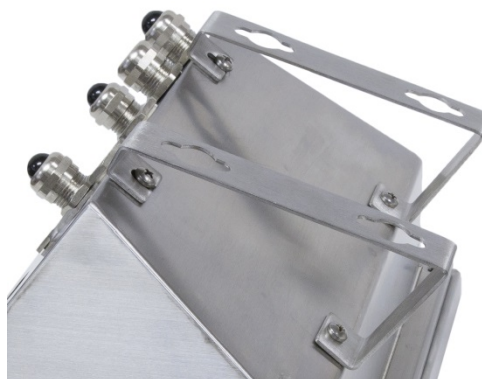

Figura 2-12: Fijación de los soportes para montaje en pared
1. Fije los dos soportes de la parte inferior de la caja con los cuatro tornillos M4 incluidos con el terminal. Los soportes deben fijarse como se muestra en la Figura 2-12.